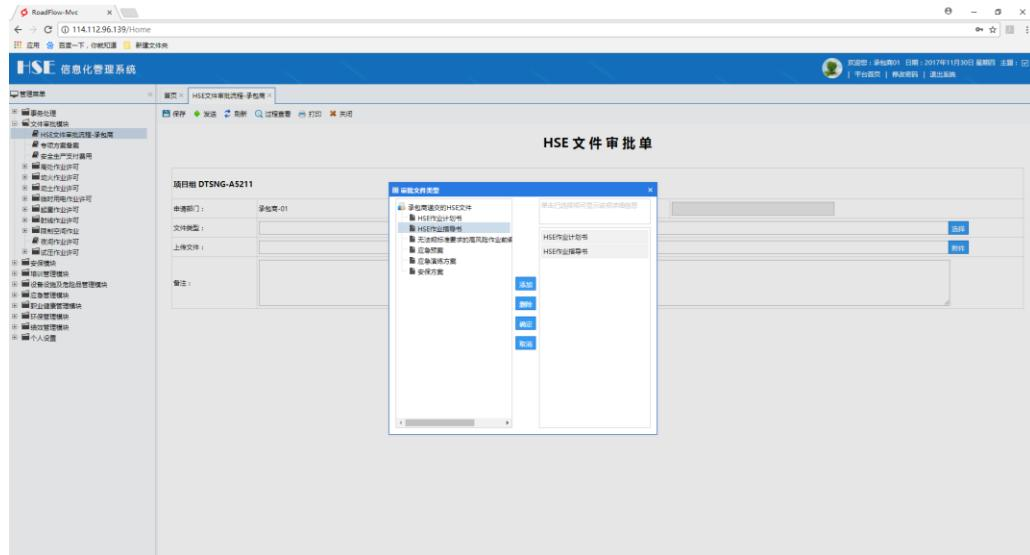

图 5.2-4 选择文件类型
2. 单击文件类型栏的【选择】按钮，弹出左右选择框，选择“HSE 作业计划书”以及“HSE 作业指导书”，再点击左右选择框的【确定】按钮，确认选择，如图 5.2-4 所示：